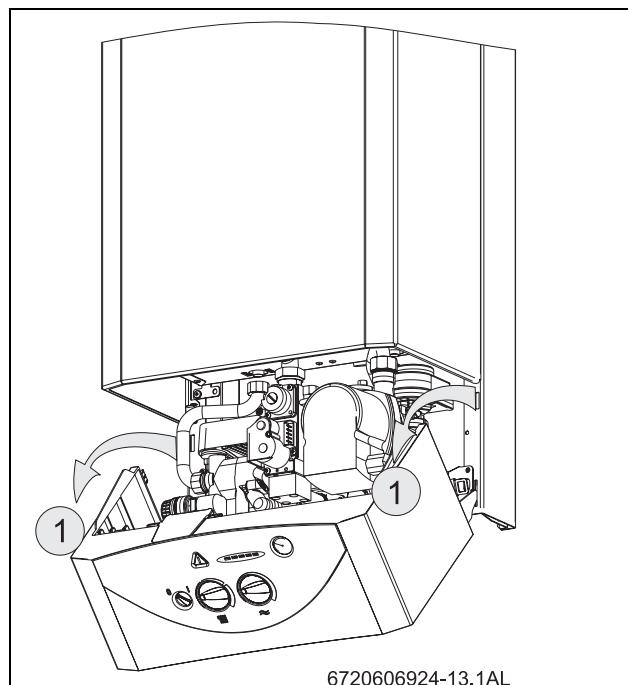

Fig. 24 Position de réglage
- ▶ Enlever l'habillage (voir Fig. 24).
- ▶ Accrocher le tableau électrique dans la position de réglage (voir Fig. 24).
- ▶ Desserrer la vis d'étanchéité (3) et raccorder le manomètre en U au raccord de mesure.